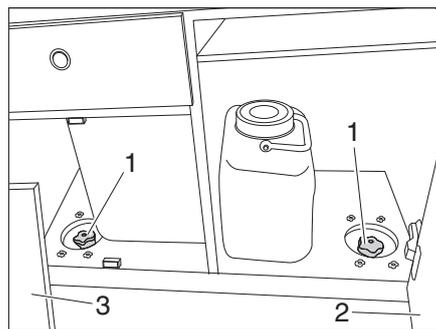

Bild 56 Sternschrauben lösen
- Schranktüre (Bild 56,2) und Klappe (Bild 56,3) öffnen.
- Durch die 2 Öffnungen greifen und die Sternschrauben (Bild 56,1) lösen.